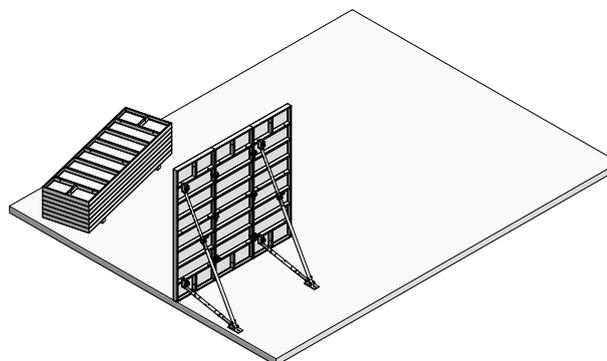

Abb. 5.1
2. Das erste Element aufstellen und mit 2 Richtkonsolen am Boden/Betonfertigteile fixieren, um es gegen Umfallen zu sichern (Abb. 5.1). Der Anschluss der Fußplatte am Boden/Betonfertigteile muss kraftschlüssig sein. Auf Erdreich erfolgt die Befestigung mit 2 Erdnägeln, auf Beton mit 2 Schwerlastdübeln. Generell werden alle stehenden Elemente sofort mit Richtstützen bzw. Richtkonsolen gegen Zug und Druck, Verrücken bzw. Windlasten gestützt. Der Stützenabstand richtet sich nach dem Anwendungsfall (siehe Seite EA-17).